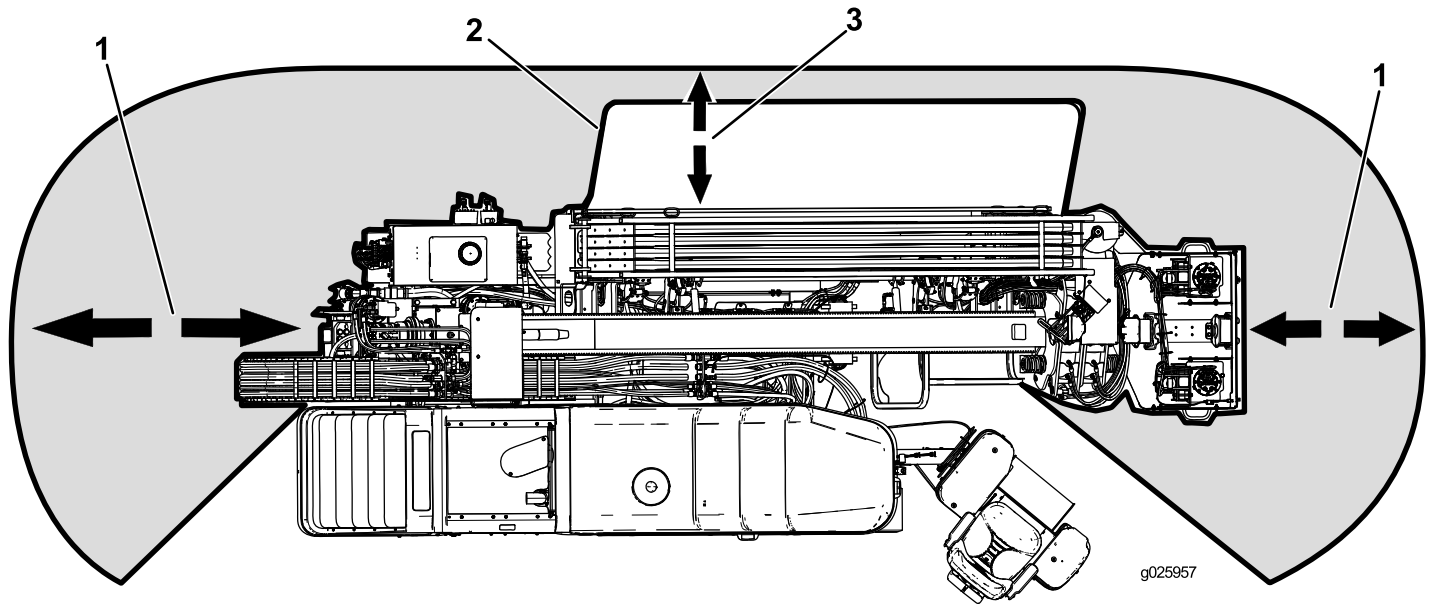

Bild 4
- Senken Sie vor dem Bohren stets den Schutzbügel für Fußgänger ab (Bild 4).